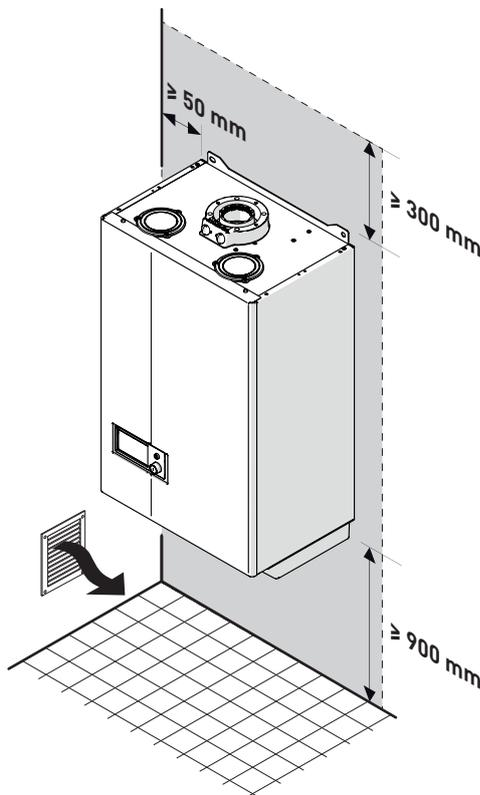

Fig. 34
- Tenga en cuenta los espacios necesarios para poder acceder a los dispositivos de seguridad/regulación y para poder llevar a cabo las tareas de mantenimiento (véase Fig. 34).